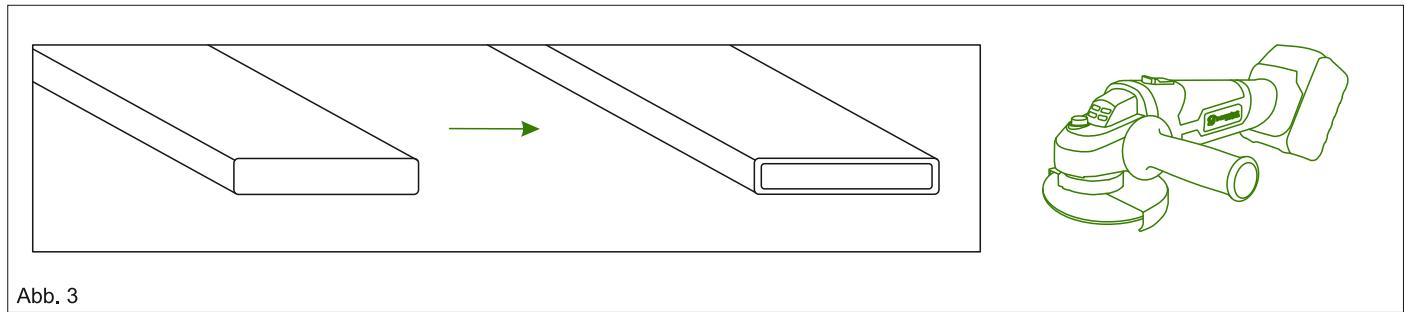

Abb. 3
4. Das mitgelieferte Flacheisen 16x80 mm an beiden Seiten mit einem Winkelschleifer entgraten. Siehe Abb. 3.